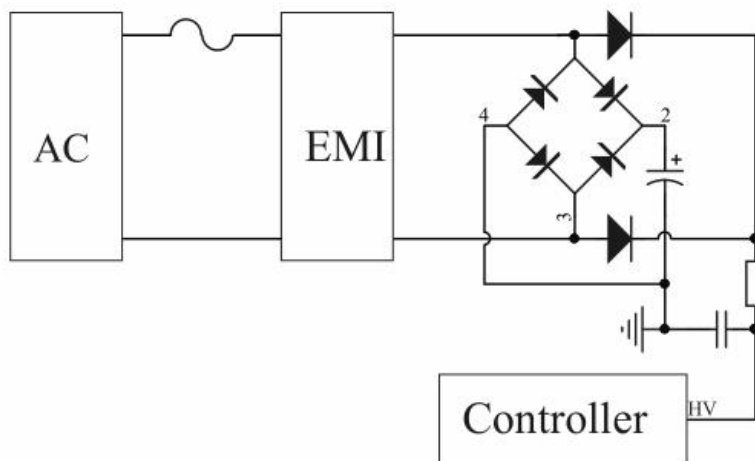

图 1：高压启动电路
DK075G 包含多功能高压 (HV) 引脚。为达到快速启动，内部集成了高压启动电路，可以快速启动电源同时能够有效降低待机功耗，如图 1 所示，能够快速准确监测输入电压，在输入掉